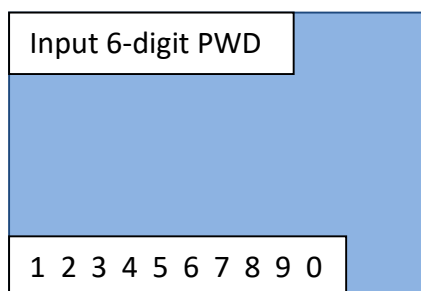

Figura 22 - Schermata selezione password
- 3) Comparsa della pagina in Figura 22; utilizzare i tasti Avanti, Indietro e Conferma/Invio per scrivere la password. Password: 123456